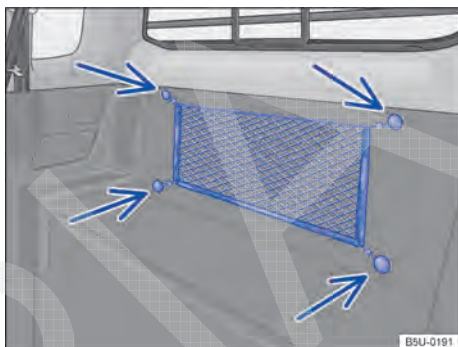

Fig. 94 No compartimento interno de bagagem: rede para cargas leves.
- Prender os olhais da rede nos fixadores → Fig. 94 (setas) existentes no compartimento de bagagem.